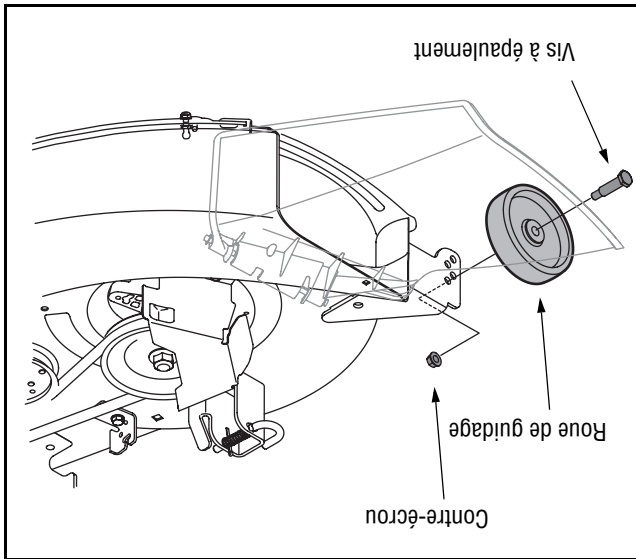

Figure 6
Placez le tracteur sur une surface ferme et plane, de préférence goudronnée. Consultez le Figure 6 et procédez comme suit :
- Enfoncez la vis à épaulement de la roue de guidage arrière dans le trou indexé qui laisse environ ½ po entre la base de la roue et la surface goudronnée. Voir la Figure 6.